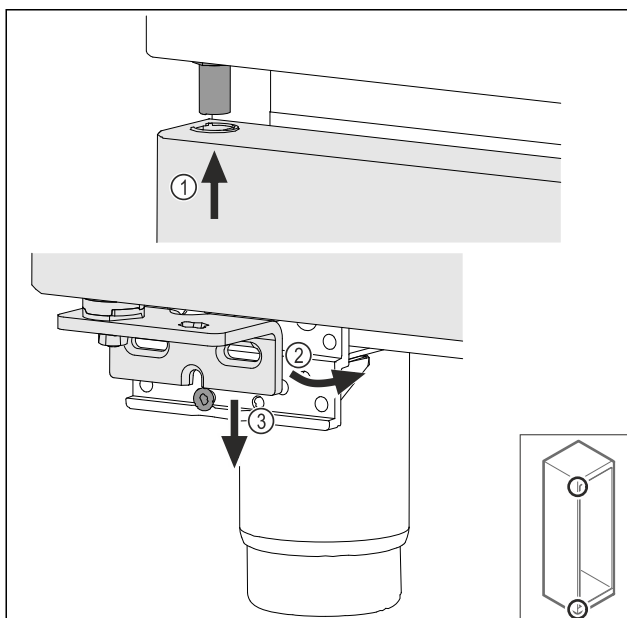

Fig. 49
- ▶ Pange uks veidi kallutatult sisse Fig. 49 (1), joondage uks sirgelt välja Fig. 49 (2) ja asetage all laagripuki poldid Fig. 49 (3).